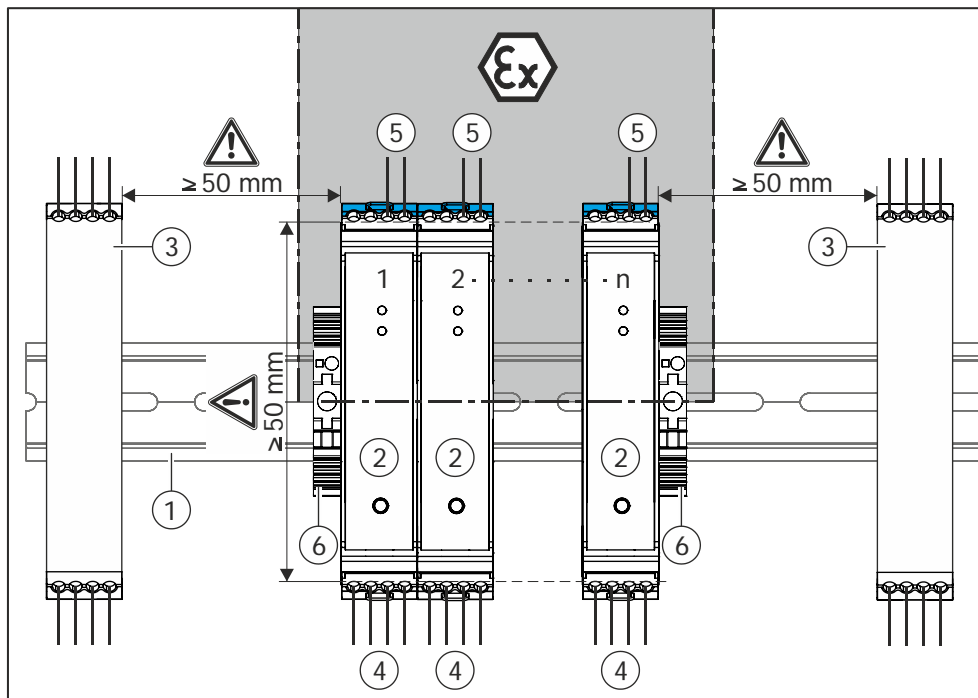

Fig. 2
**Creepage distance (Fig. 2)**
**Kriechstreckenabstand (Fig. 2)**